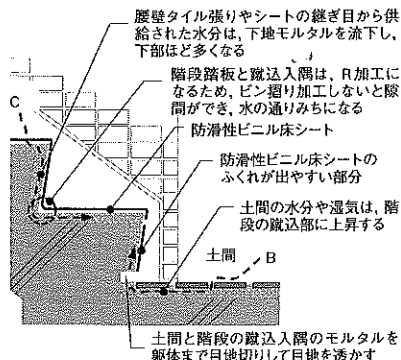

図2 土間およびシート端部からの浸入ルート
②階段最下部の土間面の下地に浸透した水分が蹴込部のモルタル塗りと連続している場合は、雨水の滞留や水蒸気の内部上昇があり、蹴込部を中心にふくれをもたらず(図2のBルート)。この場合は、階段最下部と土間の入隅で躯体まで目地を切り、目地を透かしておく。
いか、図2蹴込入隅(円内)のR加工部の隙間から水分の供給があると段部などにふくれができやすい(図2のCルート)。この場合は端部のシーリングが命であり、蹴込入隅は、隙間をつくらないうようにピン摺り下地をつくてからシートを張る必要がある。